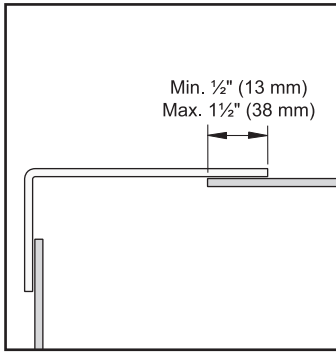

Fig. 3
**CORRECT OVERLAP:** If back panel C or end panels A overlap corner panels B by more than 3.8 cm (1-1/2"). Trim corner panels B so that overlap is between 1.27 cm (1/2") and 3.8 cm (1-1/2"). **DO NOT CUT BACK OR END PANELS.** Panels can be trimmed with a sharp edge cutting lightly. Using a straight edged piece of plastic or wood as a guide, score with continuous, even pressure. Make several passes until approximately halfway through the plastic. Then bend and snap along score line. **Fig. 3.**
**RECouvreMENT ADÉQUAT:** Si le panneau du fond C et les panneaux de bout A recouvrent les panneaux de coin B de plus de 3,8 cm (1-1/2 po), couper les panneaux de coin B pour que le recouvrement soit entre 1,27 cm (1/2 po) et 3,8 cm (1-1/2 po). **NE PAS COUPER LE PANNEAU CENTRAL C OU LES PANNEAUX DE BOUT A.** Pour couper, utiliser une règle pour tracer la ligne de coupe et un couteau bien affûté. **Note: Il est très important de ne pas tenter de couper le plastique d'un seul trait;** entailler plutôt le panneau plusieurs fois et plier le panneau jusqu'à ce qu'il se brise. **Fig. 3.**
**RECUBRIMIENTO ADECUADO:** Si el panel de fondo C y los paneles del fondo A sobrepasan los paneles de esquina B por más de 3,8 cm (1-1/2"), cortar los paneles de esquina B para que el recubrimiento sea entre 1,27 cm (1/2") y 3,8 cm (1-1/2"). **NO CORTAR EL PANEL CENTRAL C O LOS PANELES DEL FONDO A.** Para cortar, utilizar una regla para trazar la línea de corte y un cuchillo bien afilado. **Nota: No intente cortar a través del plástico de una sola pasada;** haga varias pasadas con el cuchillo. y pliegue el panel hasta que se rompa por la línea. **Fig. 3.**